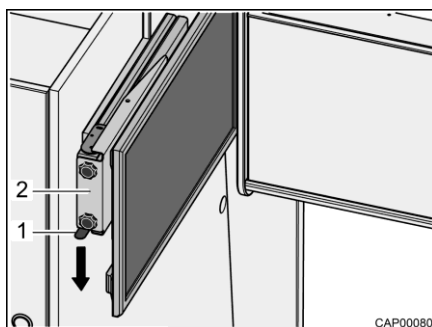

Bild 37 Utdrag med platt bildskärm
- Tryck låsfjädern (Bild 37,1) nedåt och dra ut utdraget (Bild 37,2) med den platta bildskärmen vågrätt i riktning mot fordonets mitt.
- Skjut in utdraget (Bild 37,2) med den platta bildskärmen vågrätt fram till anslaget. Låsfjädern (Bild 37,1) hakar fast hörbart.